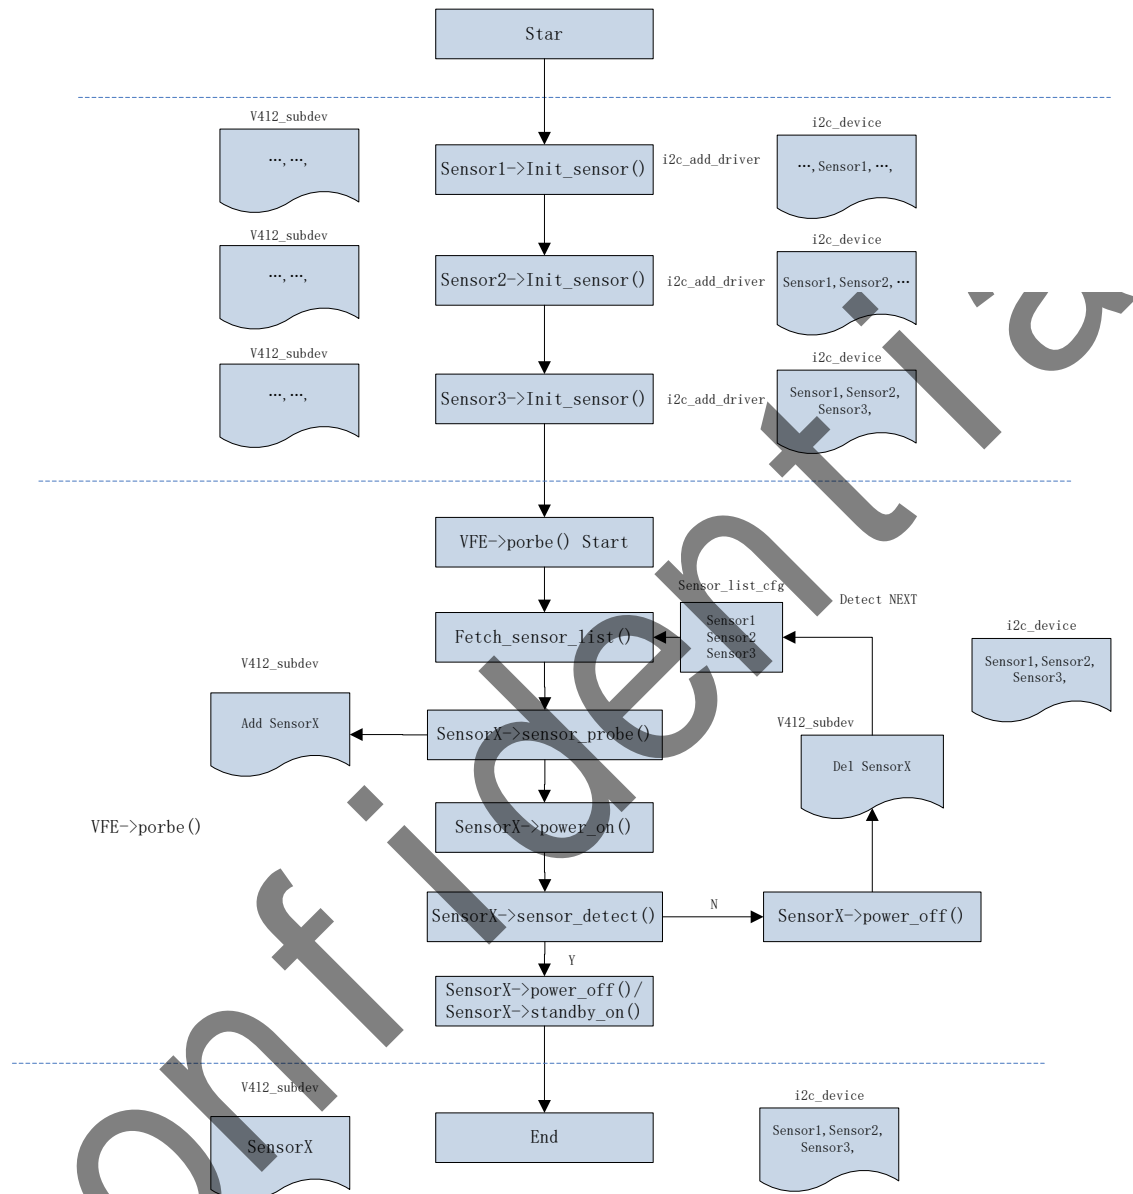

图 1 Camera Detector 流程图
1. 系统启动加载各个有待检测的 camera sensor 驱动，此时会调用 i2c_add_driver 函数，将该 sensor 驱动添加到 i2c 设备列表中。如图 1 所示，在 insmod 时，每个驱动的 init_sensor 函数会被执行，则其主要作用就是将当前驱动添加到 i2c driver 下，为之后挂载 subdev 做准备。